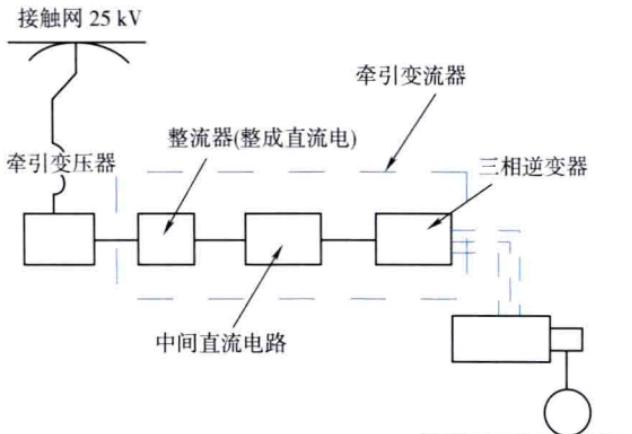

图 1-5 HXD2B 型电力机车基本结构 5
5. 牵引变流器：整流电路、中间直流电路和三相逆变电路三者结合在一起，组成了牵引变流器。将牵引变流器安装在柜子里，就成为牵引变流柜，是 HXD2B 型电力机车的主电路部件。如图 1-5 所示。每个牵引变流器负责一台牵引电机，全车共有 6 台牵引电机，也就有 6 组主变压器。